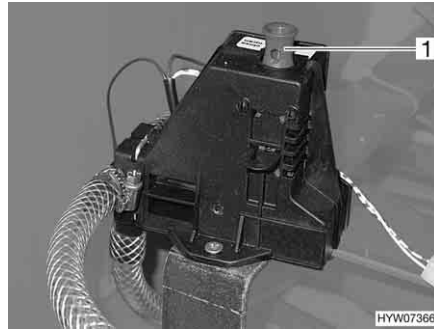

Fig. 124 Valvola di sicurezza/di scarico del boiler
Il boiler è dotato di una valvola di sicurezza/di scarico (Fig. 124). La valvola di sicurezza/di scarico impedisce che l'acqua congeli nel boiler in presenza di basse temperature esterne, quando il riscaldamento dell'autocaravan non è acceso.
- Chiudere la valvola di sicurezza/di scarico. A tal fine tirare verso l'alto la presa dell'interruttore a scatto (Fig. 124,1).
- Aprire la valvola di sicurezza/di scarico. A tal fine premere verso il basso l'interruttore a scatto (Fig. 124,1). Il boiler viene svuotato verso l'esterno tramite la valvola di sicurezza/di scarico.